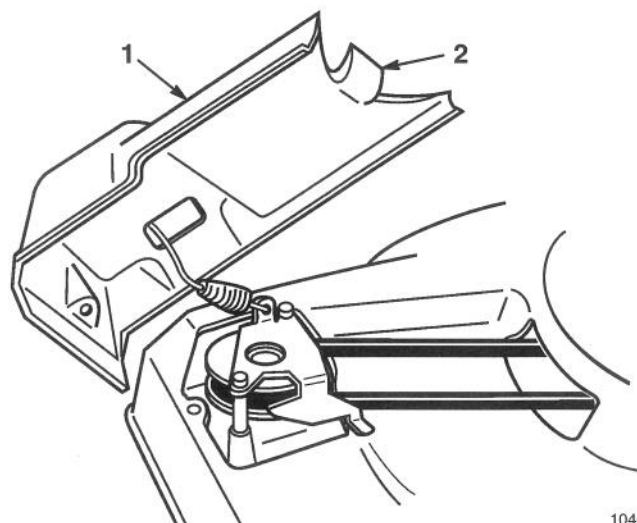

Figure 31
1. Retirer la vis, faire glisser la garde de courroie vers l'arrière et décrocher la languette le maintenant sur l'avant du carter de la tondeuse. Basculer le couvercle sur le côté et nettoyer les débris (Fig. 31) du dessous de la garde de courroie et de la gorge de la poulie.